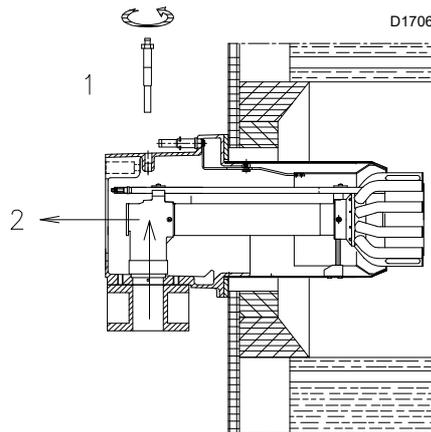

Fig. 12
- enlever la vis 1)(Fig. 12)
- d'extraire la partie interne 2)(Fig. 12) de la tête et de procéder à leur réglage.
À ce point de l'installation, la tête de combustion est fixée à la chaudière comme illustré dans la Fig. 12.